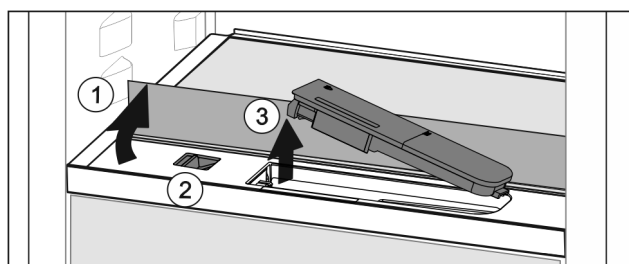

Fig. 104
- ▶ Lyft glashyllan och fäll bak den till anslag Fig. 104 (1).
- ▶ Skjut reglaget Fig. 104 (2) åt vänster.
- ▶ Ta ut vattenbehållaren Fig. 104 (3).